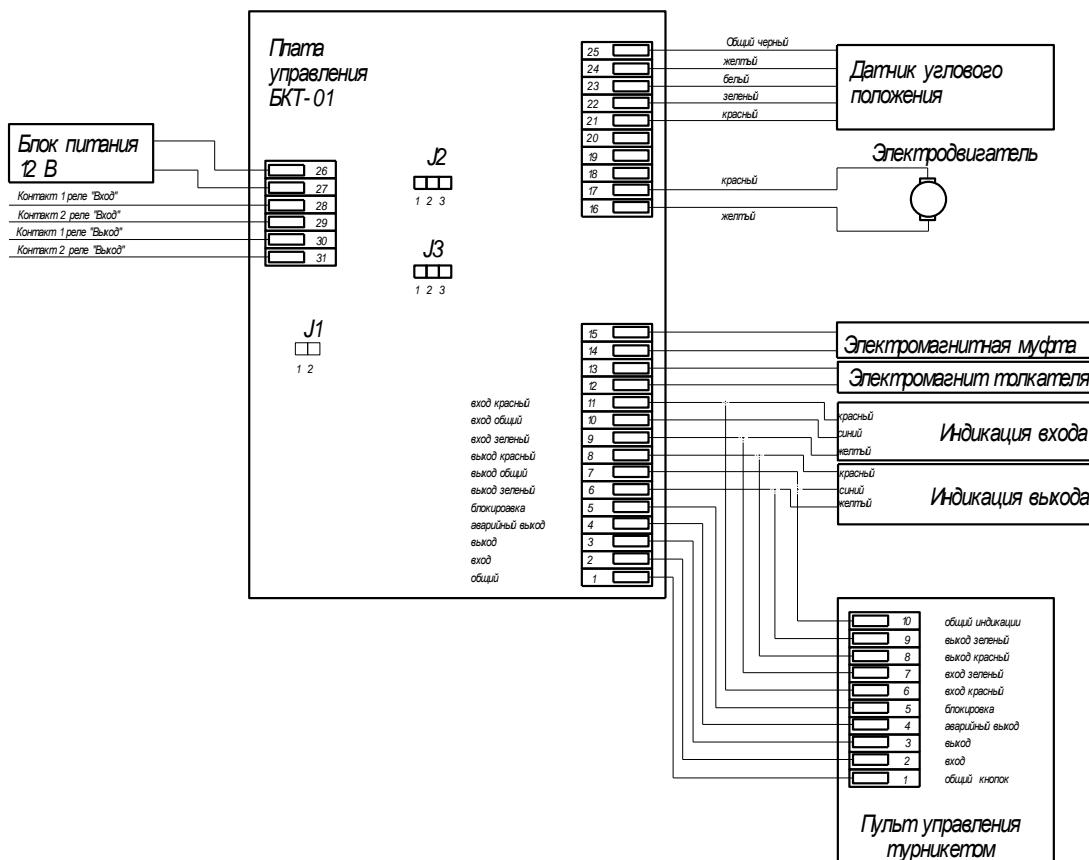

Рис. 7
5.6 Блок управления представляет собой плату, которая с помощью монтажных стоек крепится к внутреннему каркасу центральной секции. Подключение привода турникета, устройства индикации, пульта дистанционного управления и источника питания к блоку управления производится с помощью кабелей в соответствии со схемой подключения (см. рис.7).
С помощью перемычек на разъемах J2, J3 можно установить контакты реле нормально замкнутыми (2-3) либо нормально разомкнутыми (1-2) (см. рис. 7).
6) Подключить кабели питания и ПДУ к ПУ турникета в соответствии с Рис. 7, заземлить корпуса турникетов. Заземление производить в соответствии с требованиями ПУЭ («Правил устройства электроустановок с напряжением до 1000 В»).
7) Подключить кабель СКУД к блоку управления турникета в соответствии с Рис. 7.